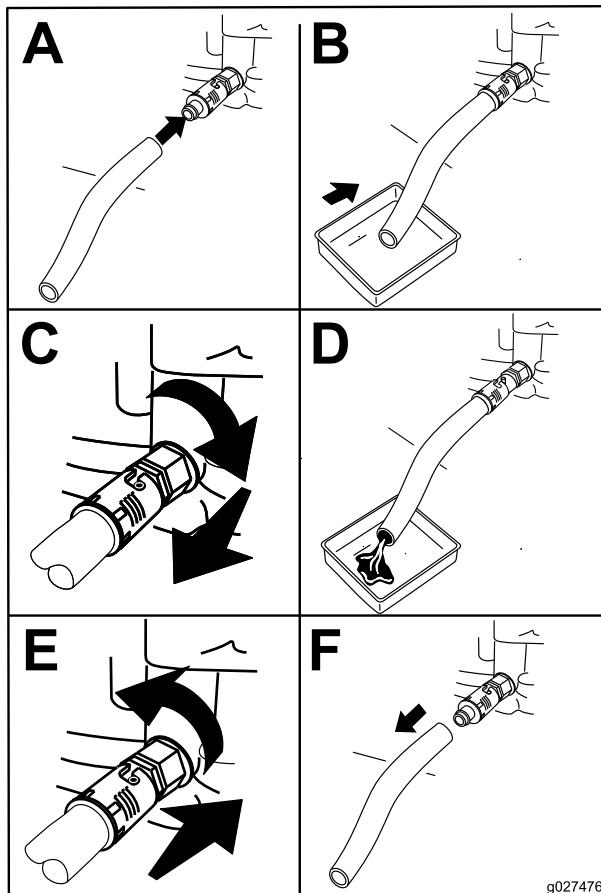

Bild 17
- Lassen Sie das Öl vom Motor ab, siehe (Bild 17).